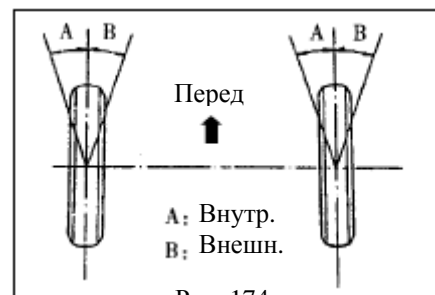

Рис. 174
5. Проверьте максимальный угол поворота управляемых колес(рис. 174)